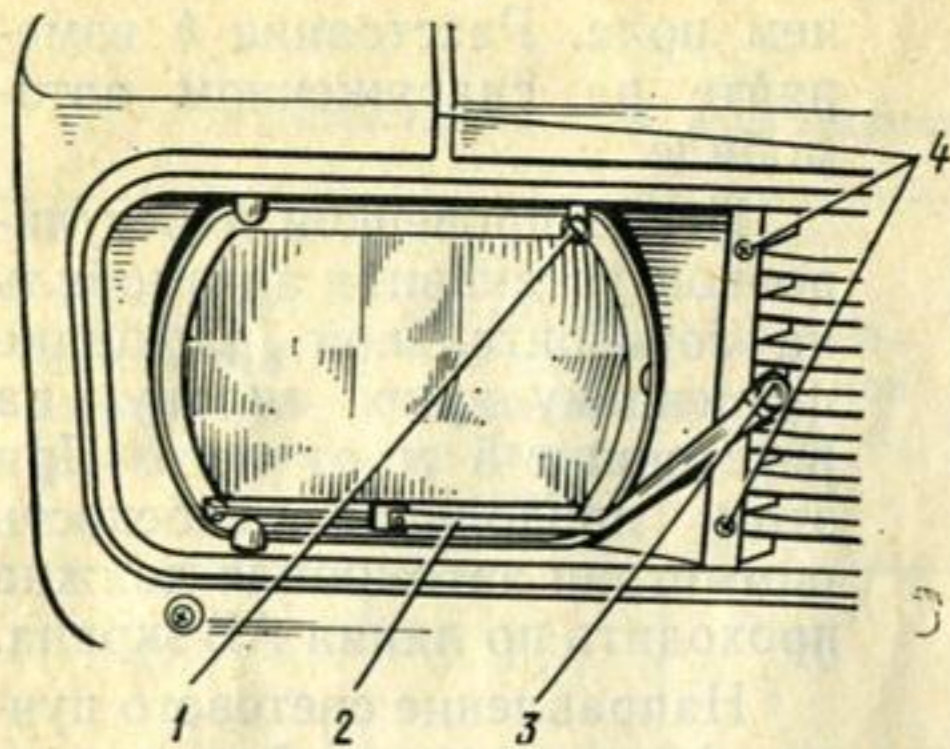

Рис. 72. Крепление облицовки радиатора и очистителей фар:
1. Отверните гайки 3 (рис. 72) крепления рычагов щеток очистителей фар на валах якорей электродвигателей.